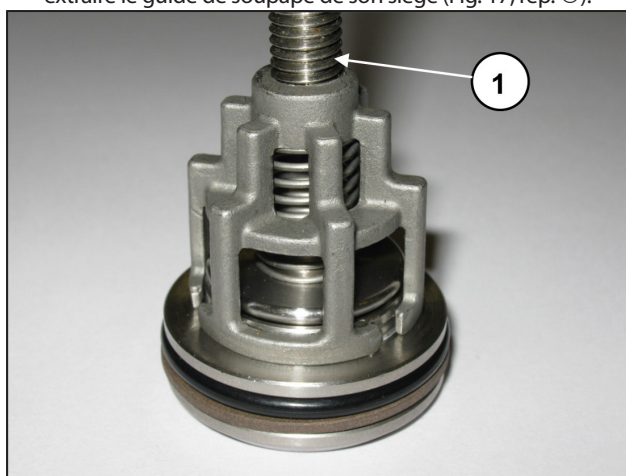

Fig. 17
- Démontez les ensembles soupape d'aspiration et soupape de refoulement en vissant une vis M10 suffisamment longue de manière à pouvoir agir sur la coupelle de soupape et à extraire le guide de soupape de son siège (Fig. 17, rep. ①).